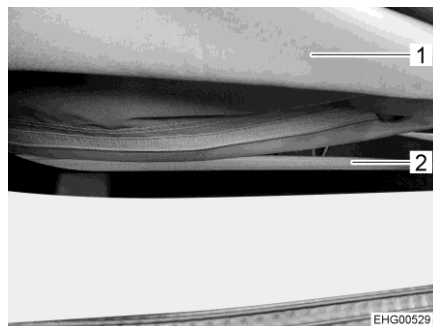

Fig. 49 Fermeture éclair
- Ouvrir entièrement la fermeture éclair (Fig. 49,2) sur le bas du soufflet (Fig. 49,1).